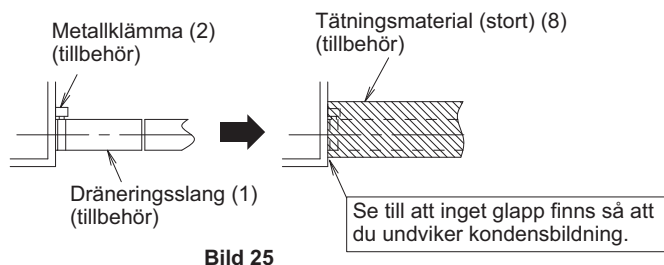
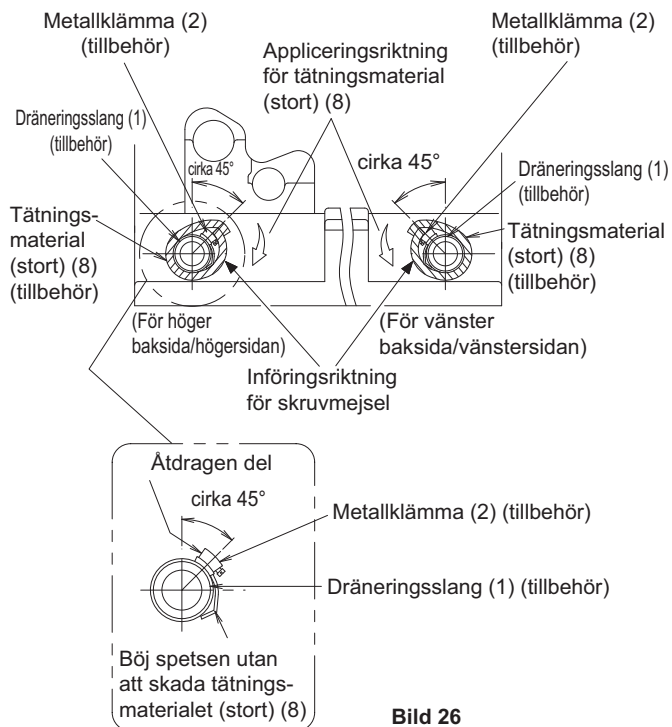

Bild 25
Bild 26
- Använd den medföljande dräneringsslangen (1) och metallklämma (2). För också in dräneringsslangen (1) helt i anslutningshålet för dräneringsröret och fäst metallklämma (2) ordentligt i anslutningshålet. (Se **bild 25** och **bild 26**) (Installera metallklämma (2) så att den åtdragna delen kan vara i det intervall på ca. 45° som visas i **bild 26**.) (Fäst inte dräneringsfästet och dräneringsslangen. Underhåll och inspektion av värmeväxlaren och annat kan då inte utföras.)
- Böj spetsen på metallklämma (2) så att tätningmaterialet inte sticker ut. (Se **bild 26**)
- Vid isoleringsarbete lindar du den medföljande tätningen (stor) (8) med början från basen på metallklämma (2) och dräneringsslangen (1) i pilens riktning. (Se **bild 25** och **bild 26**)